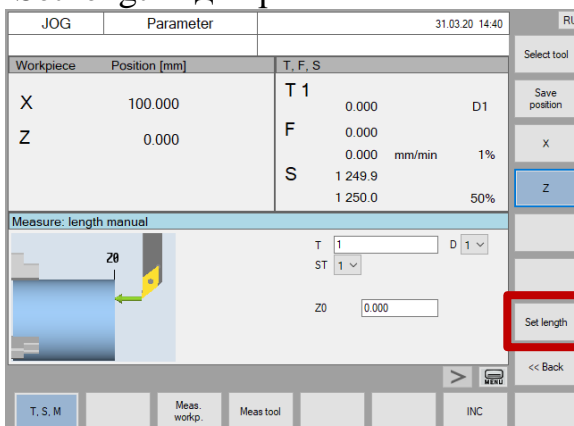

Рис.53. Кнопка «Set length»
9. Нажать кнопку «Set length» для расчета вылета инструмента (рис.53);